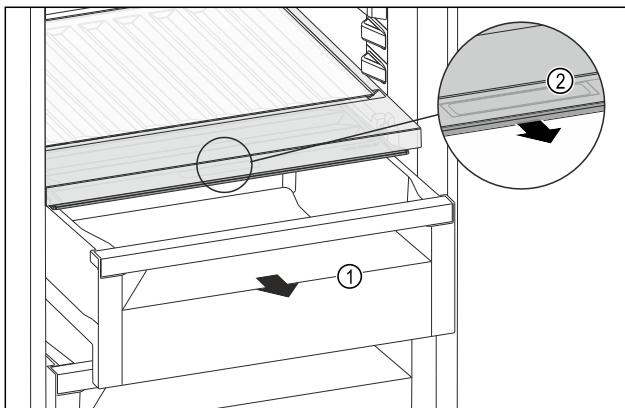

Fig. 128
- Schubfach Fig. 128 (1) herausziehen.
- Griffmulde Fig. 128 (2) am Fachdeckel anfassen und Fachdeckel gleichzeitig nach vorne ziehen.